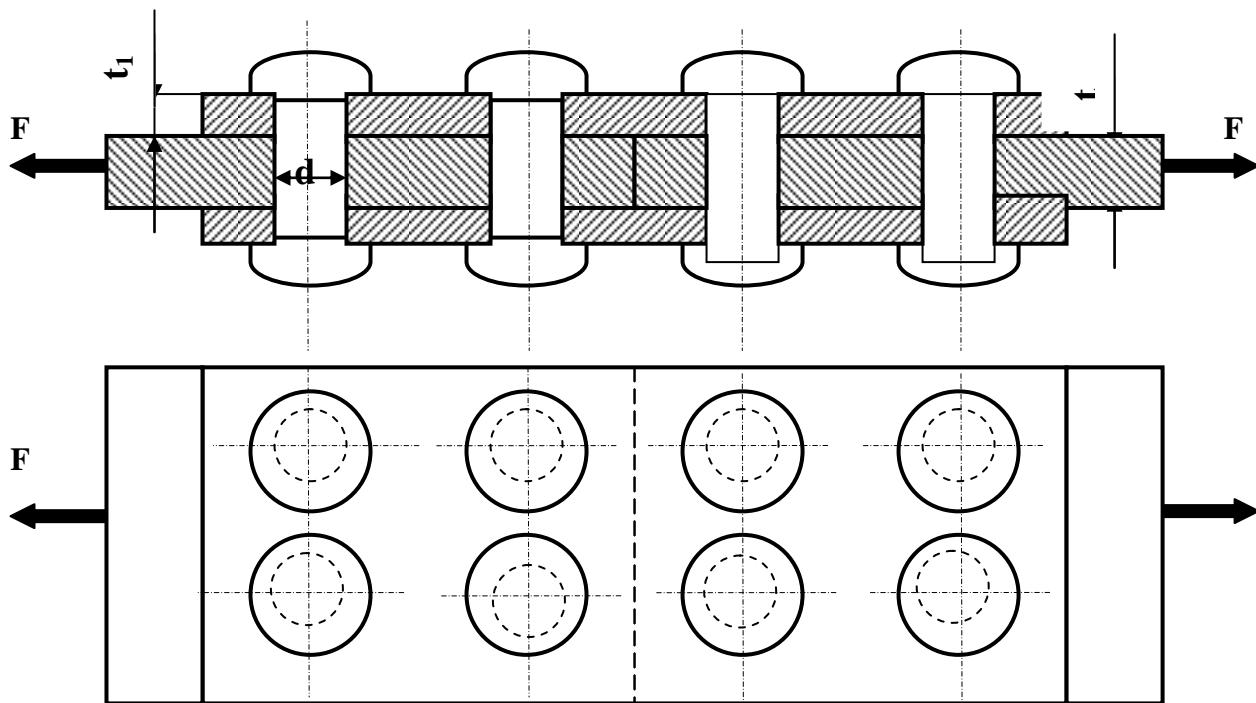

Рисунок 2. Заклепочное соединение
4. Приняв шаг  $a = 3d$  и расстояние от осей заклёпочных отверстий до краёв листов и накладок по  $c = 2,5d$ , размещаем заклепки как показано на рис.2.